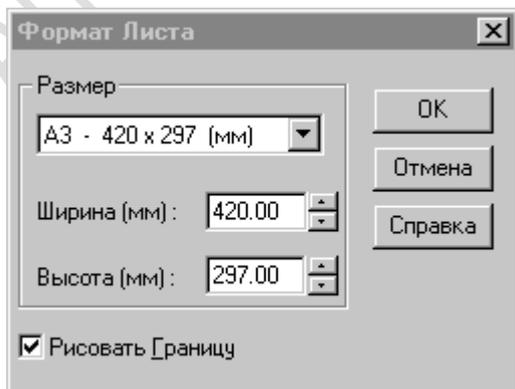

Рисунок 2. Выбор формата листа.
1. Выберите команду «Формат листа» из меню «Режим». Появится диалог «Формат листа» (рис. 2)